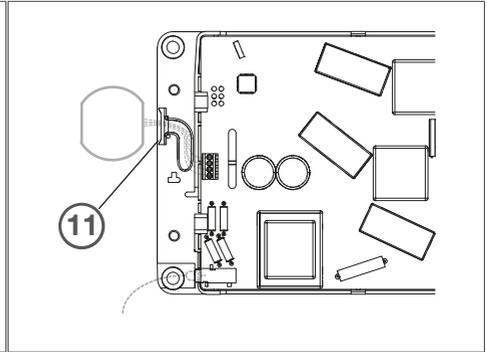

Abbildung 7: Potenzialfreien Ausgang anschließen
- 1 Ausbrechöffnung (11) am Gehäuseunterteil entfernen (Abb. 7).